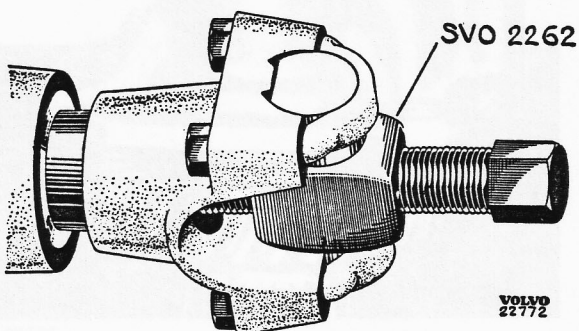

Bild 3-12. Abtriebsflansch abziehen
2. Mutter für Abtriebsflansch (42 Bild 3-31) abschrauben, Flansch mit Abziehvorrichtung SVO 2262 abziehen, siehe Bild 3-12.